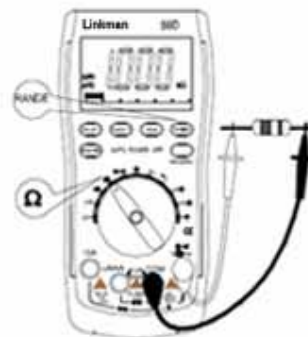

図 12-1
- 1: レンジ切り替えスイッチを“ ”に切り替え、赤い測定コードを V Hz 端子に、黒い測定コードを COM 端子に差し込みます(図 12-1)。